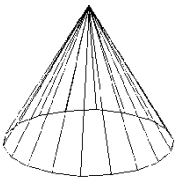

图 4-14 圆锥体
2. 分别指定圆心，指定半径，指定圆锥高度，生成的圆锥体如图 4-14 所示。